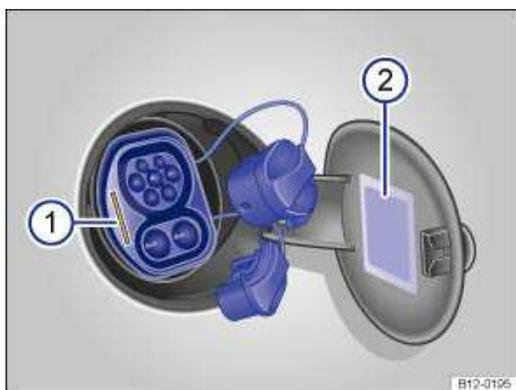
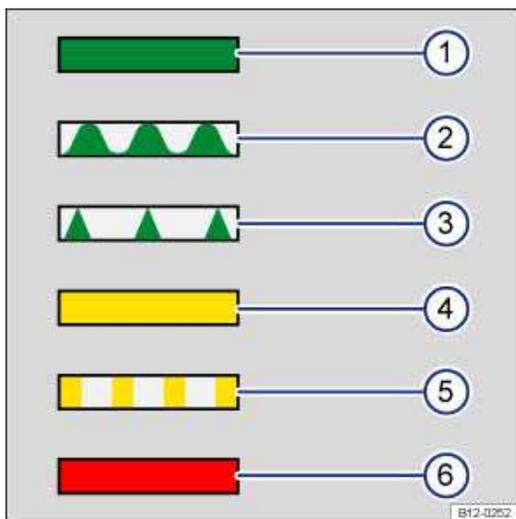

Abb. 110 An der Ladedose: Ladevorgangsanzeige ① und Schild mit Informationen zur Ladevorgangsanzeige ②.
Abb. 111 Symbole auf dem Schild mit Informationen zur Ladevorgangsanzeige.
Der aktuelle Ladestatus wird während des Ladens der Hochvoltbatterie über eine Ladevorgangsanzeige direkt an der Ladedose angezeigt → *Abb. 110*  . Durch verschiedene Farben können verschiedene Zustände angezeigt werden. Informationen zur Ladevorgangsanzeige auf der Innenseite der Batterieladeflappe beachten → *Abb. 111* .
Legende zur → Abb. 111 :
| | Ladevorgangsanzeige → Abb. 110 ① | Bedeutung | Abhilfe bzw. Hinweis |